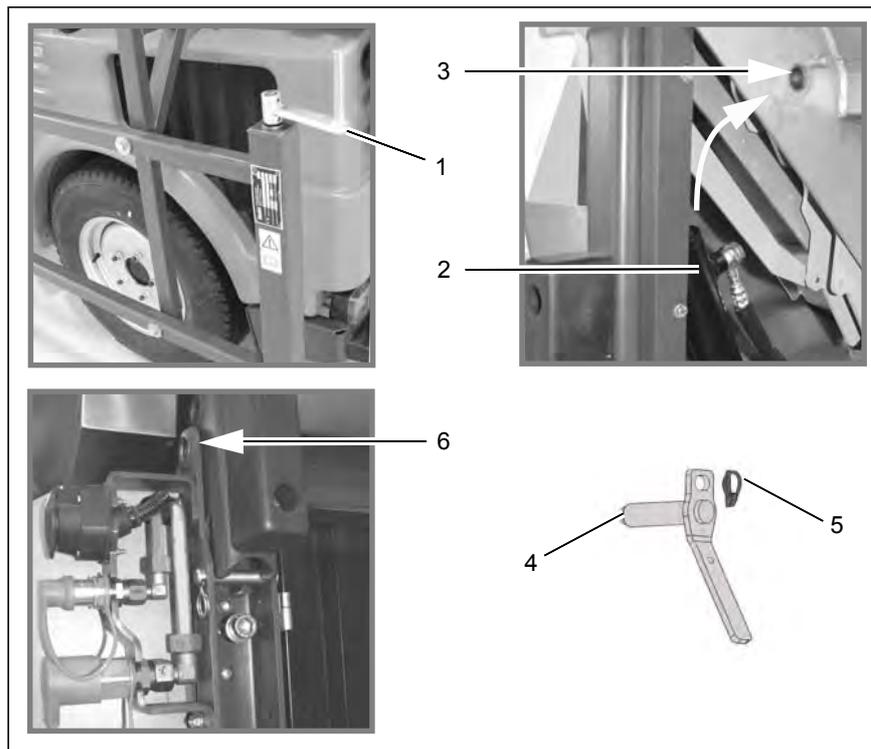

Fig. 34
5. Abaisser régulièrement et parallèlement la benne avec les vilebrequins (Fig. 34/1) jusqu'à ce que les forures (Fig. 34/3) prévues pour les vérins (Fig. 34/2) soient alignées.
6. Fixer les vérins avec les boulons prévus à cet effet (Fig. 34/4) et les bloquer avec des goupilles de retenue (Fig. 34/5).
7. Abaisser régulièrement et parallèlement la benne avec les vilebrequins 1) jusqu'à ce que les forures (Fig. 34/6) prévus pour les boulons soient alignées.